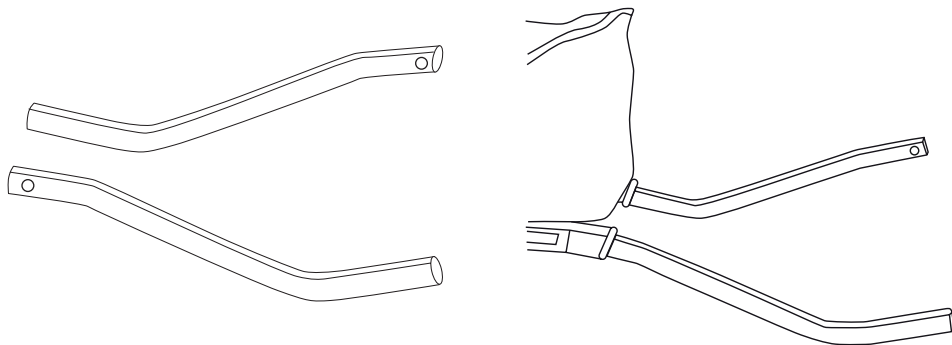

Abb. 10
- a) Griffe 871.50 HANDLES und 871.51 GRIPS (Abb. 10 und 11),